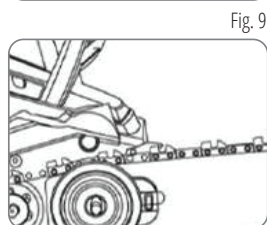

Fig. 9
5. Apucați bara de ghidare și lanțul de tăiere astfel încât orificiul din centrul discului să se fixeze pe știftul filetat și să montați lanțul pe roata dințată (vezi fig. 9).